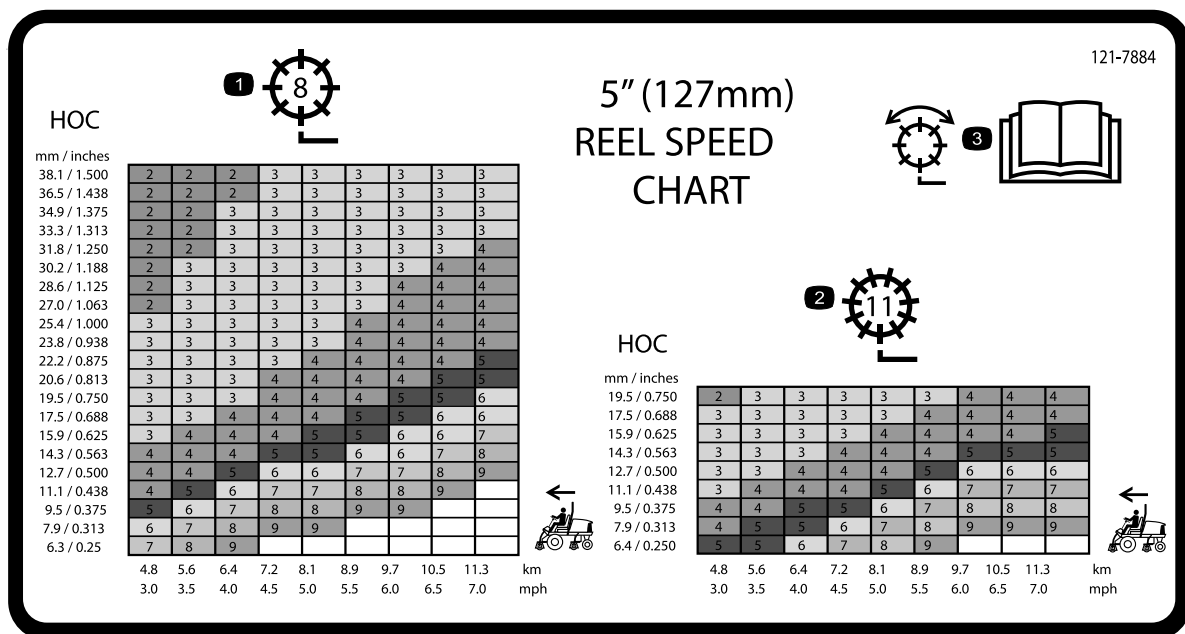
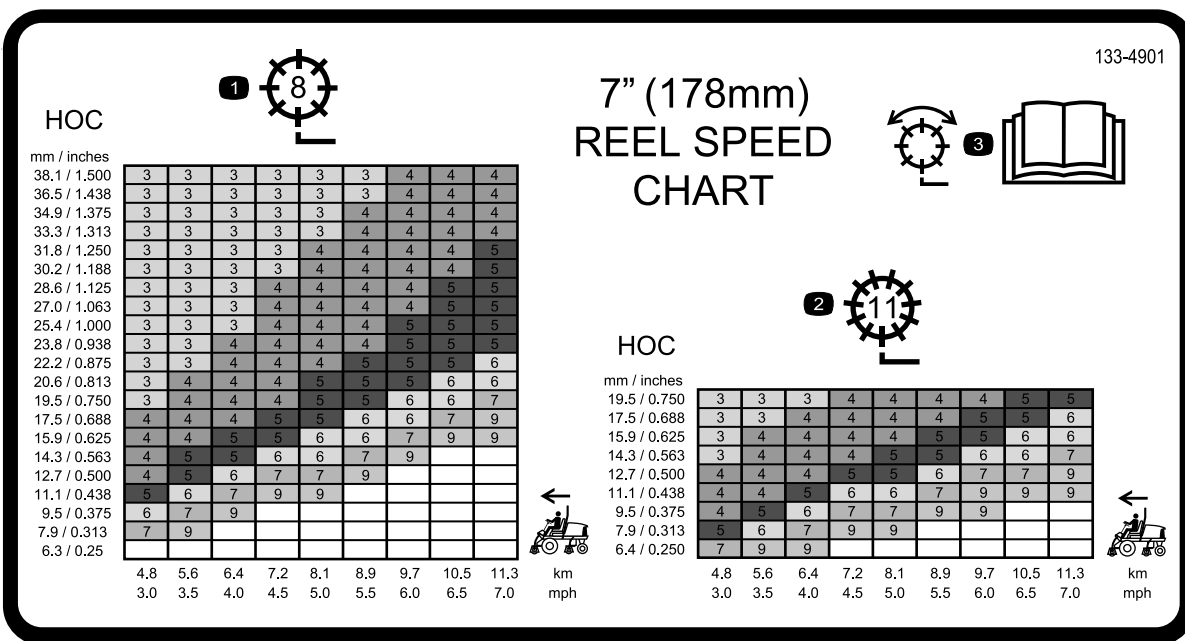

Figure 40
Figure 41
3. Voir le graphique sur les autocollants du tableau de vitesse des cylindres (Figure 40 et Figure 41) pour déterminer le réglage de vitesse de cylindre correct.